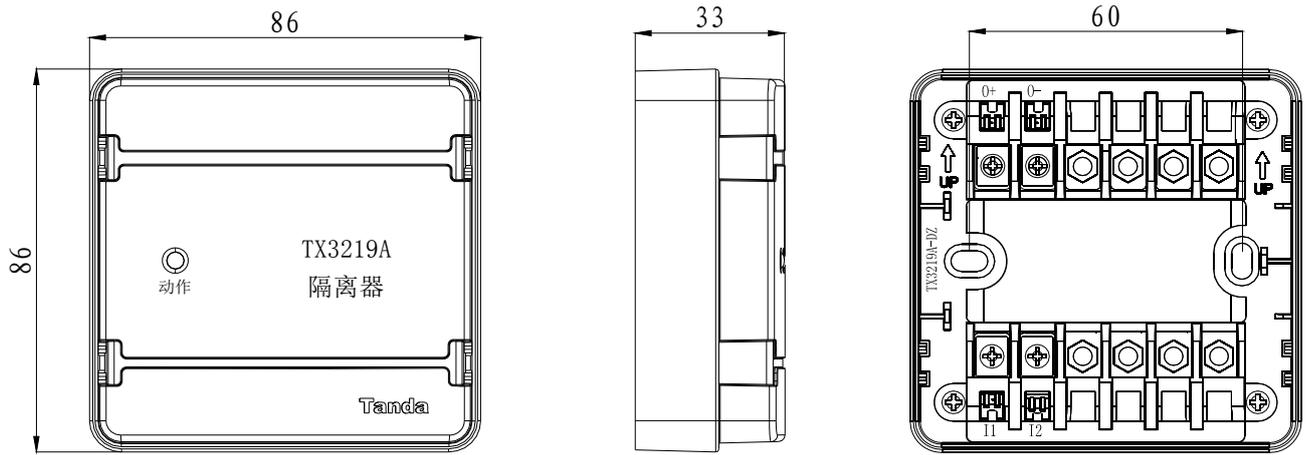

图 1 外形尺寸及安装尺寸示意图
1. 隔离器的外形尺寸及安装尺寸如图 1 所示（单位：mm）。